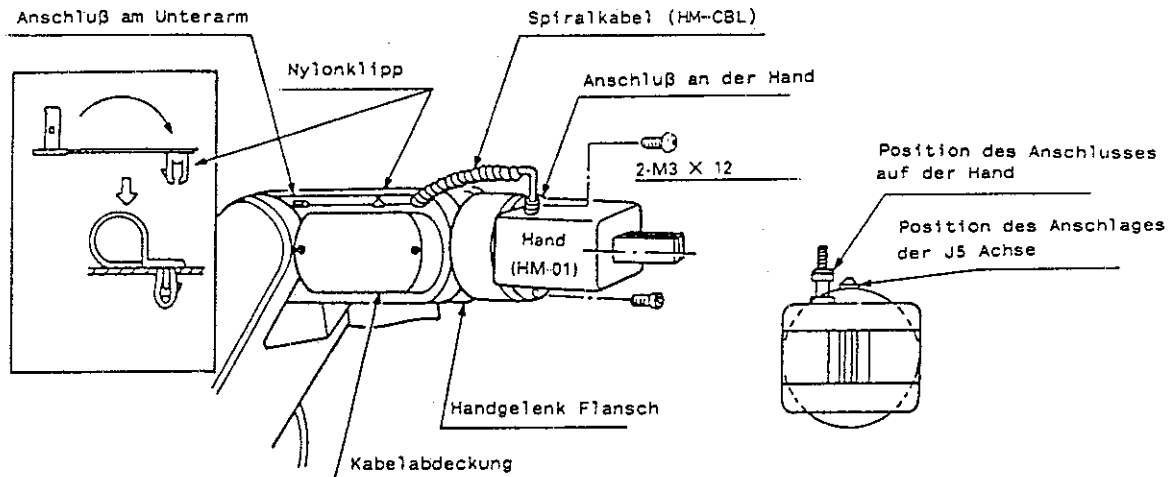

Abb. 2.1.9
- (1) Zur Befestigung der Hand auf der Montageplatte sind 2 Innensechskantschrauben (M3 x 12) zu verwenden.
- (2) Nach der Installation muß das Spiralkabel an der Hand und dem Unterarm wie in Abbildung 2.1.9 gezeigt befestigt werden. Mit dem Nylon Clip, der sich am Unterarm befindet, wird der gerade Teil des Spiralkabels fest mit dem Unterarmgehäuse verbunden.
- (3) Das Gewicht der Hand darf einschließlich des zu bewegenden Werkstückes max. 1.2kg betragen.